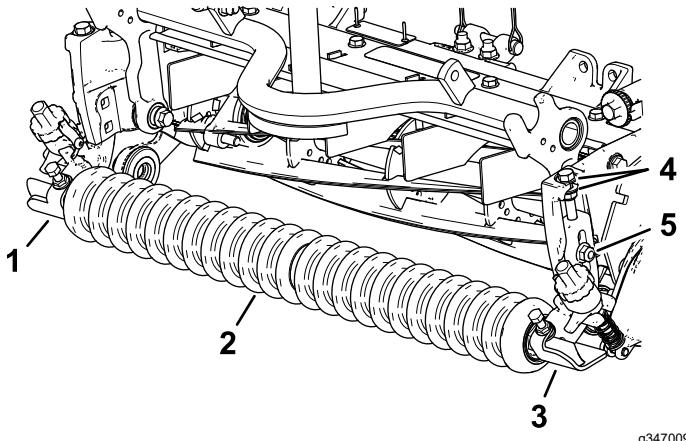

図 10
- 左右の刈高ブラケットアセンブリと前ローラアセンブリを、カッティングユニットのサイドプレートに仮止めする先ほど取り外したキャリッジボルトを使用する図10。